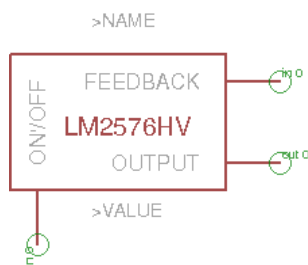

Figura 26: Dibujo del símbolo del elemento (pasos 58 al 65).
62. Seleccione la herramienta **Line** y la capa **94 Symbols, Width en 0.02**, dibuje un cuadrado al que conectaremos los pines, de tal forma de obtener un resultado similar al de la figura 26.